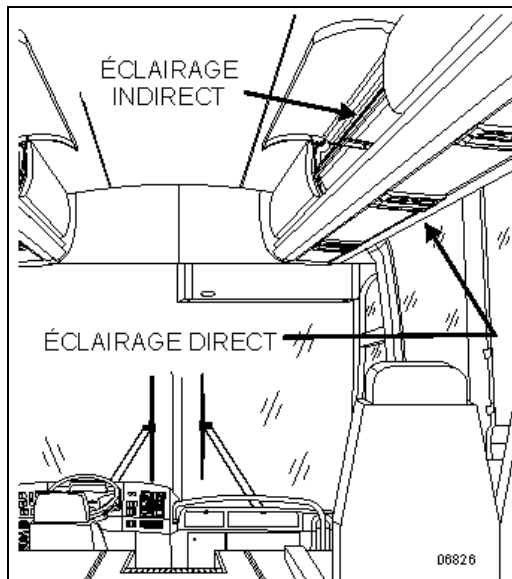

FIGURE 110: ÉCLAIRAGE DU PORTE-BAGAGE À MAIN
1. Tirer sur la lampe pour l'extraire du plafond (FIGURE 110).